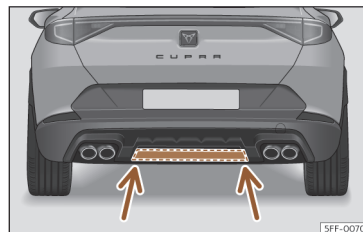

Fig. 79 Zona de deteção do sensor inferior
- Se a porta da bagageira não se abrir, repita o procedimento passados alguns segundos. Possivelmente não atingiu a zona de deteção do sensor inferior >>> **Fig. 79**.